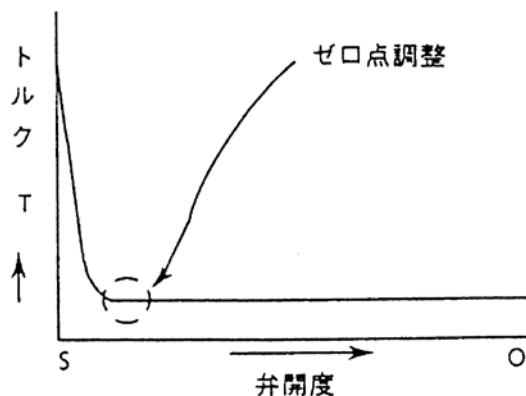

図 6. 12
- (4) ロータリーバルブで締切時のトルクの大きいものはトリクが急激に小さくなる 5~10%のところでゼロ点調整を行うと楽です。（図 6. 12）